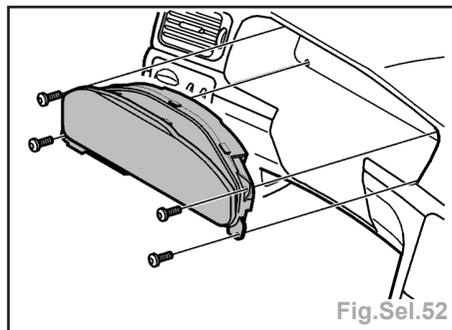

Fig.Sel.52
- le combiné d'instruments (Fig.Sel.52) :